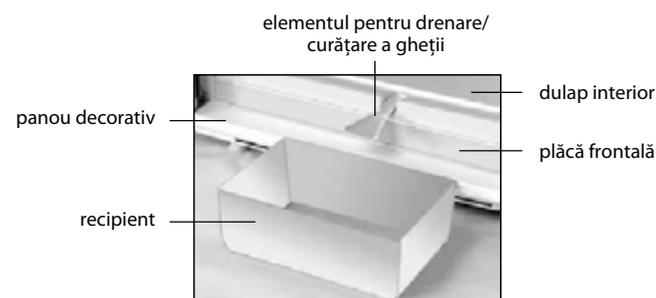

Figura 5 – Recoltarea apei provenite
– să îndepărtați apa rezultată în urma topirii, instalând în conformitate cu figura 5 elementul de masă plastică pentru drenare / pentru curățare a gheții și orice vas recipient cu volumul nu mai puțin de 2 l;
**SE INTERZICE** să decongețați congelatorul fără utilizarea elementului pentru drenare instalat în conformitate cu figura 5. Apa rezultată în urma topirii care se scurge din cameră afară de elementul pentru drenare, pătrunzând în locul de alăturare a plăcii frontale la dulapul interior în conformitate cu figura 5, poate provoca coroziunea dulapului exterior al congelatorului și a elementelor agregatului frigorific, defectarea izolației termice, formarea crăpăturilor dulapului interior și defectarea dulapului congelatorului.